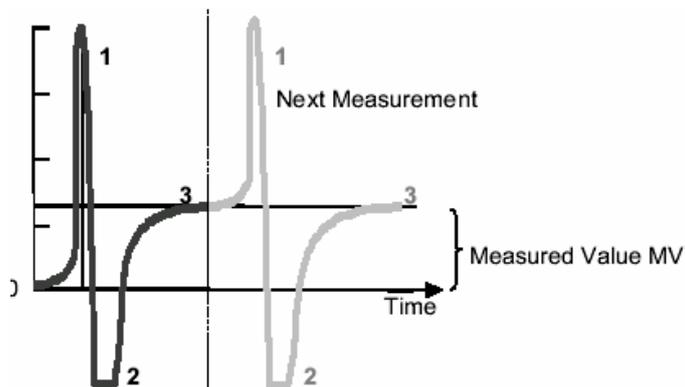

Рис. 13 Вид осмограммы при измерении с заменой двух капель
1. Поместите каплю раствора образца – сигнал покажет положительное превышение, см. 1 на рис. 13.
2. Поместите каплю раствора – сигнал покажет отрицательное превышение, см. 2 на рис. 13.
3. Величина сигнала станет постоянной и перестанет повышаться при достижении температурного равновесия, см. 3 на рис. 13.
Профиль сигнала будет подобен графику, представленному на рис. 13.